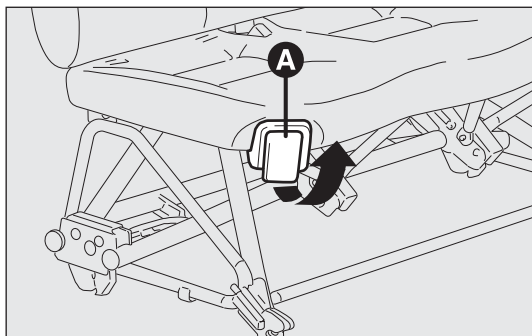
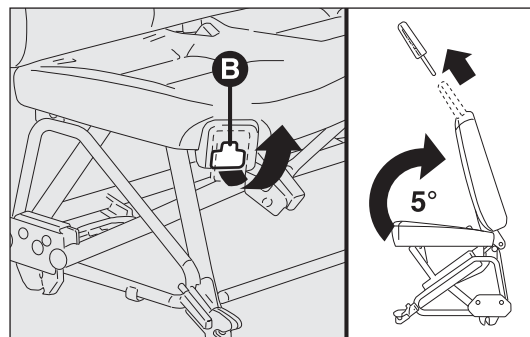

fig. 40
fig. 41
Solleverre la leva A-fig. 40 e inclinare lo schienale in avanti.
- sollevare la leva B-fig. 41 (ubicata sotto la leva A-fig. 40) con la mano destra;